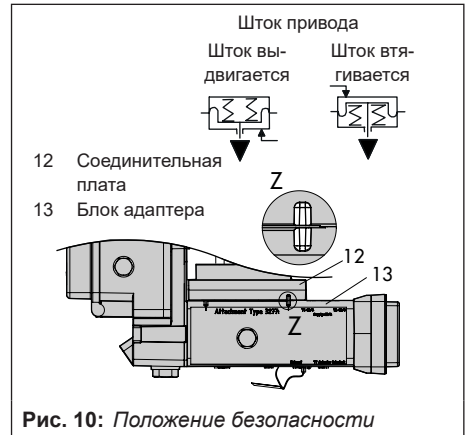

Рис. 10: Положение безопасности
7. Проденьте болты (13.1) через центральные отверстия блока адаптера (13).
8. Установите соединительную плиту (12) вместе с уплотнением (12.1) на болты (13.1) в соответствии с положением безопасности "шток привода выдвигается" или "шток привода втягивается". Активным является положение безопасности, при котором паз блока адаптера (13) совпадает с пазом соединительной плиты (12) (Рис. 10).